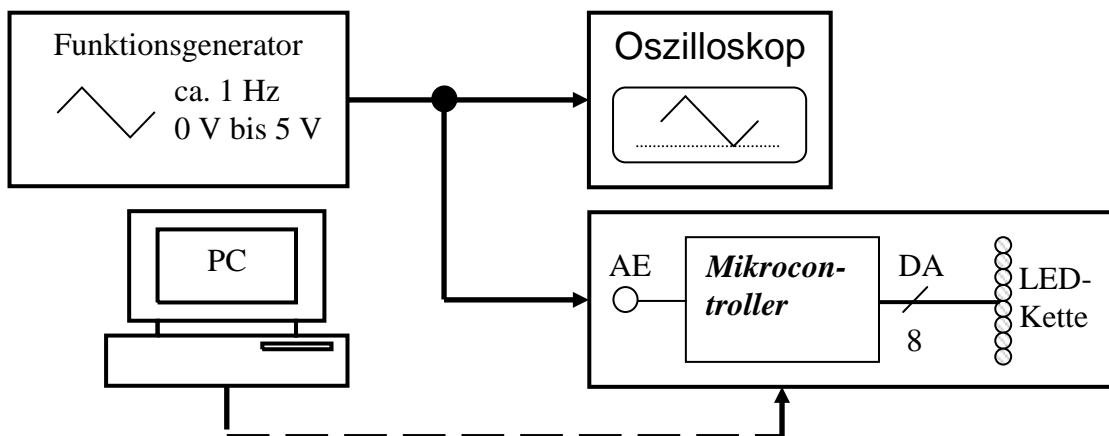

Bild 1 Prinzipschaltbild des Praktikumsplatzes (AE: Analogeingang, DA: Digitalausgang)
Es ist ein Assemblerprogramm [1],[2] für einen Mikrocontroller vom Typ SAB 80C537 [3], [4] zu erarbeiten und zu erproben. Dazu soll der Arbeitsplatz, wie er in Bild 1 dargestellt ist, genutzt werden. Ein Eingangssignal wird mittels Funktionsgenerator konfiguriert und an Port 7.0, einem Analogeingang (AE) des Mikrocontrollers, angelegt. Das Oszilloskop dient zu dessen Darstellung.